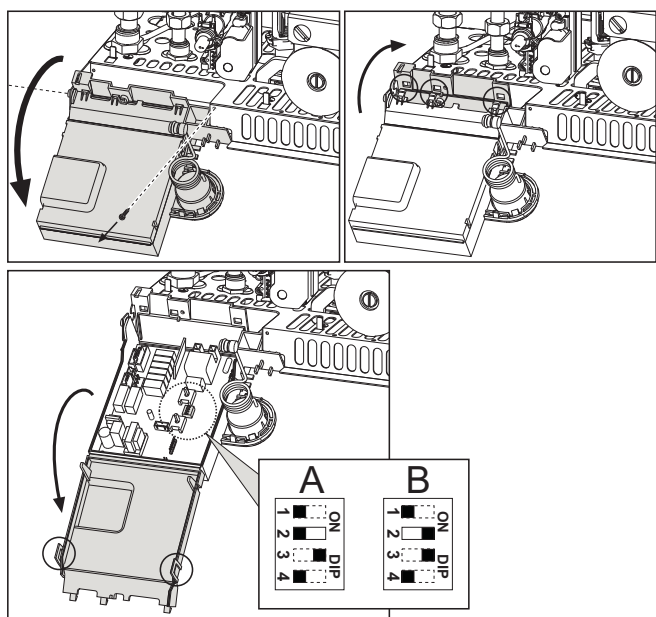

рис. 12
4. Измените настройку DIP-переключателя №2: **OFF (ВЫКЛ)**=Метан (поз. "А" рис. 12) - **ON (ВКЛ)** = GPL (поз. "В" рис. 12).